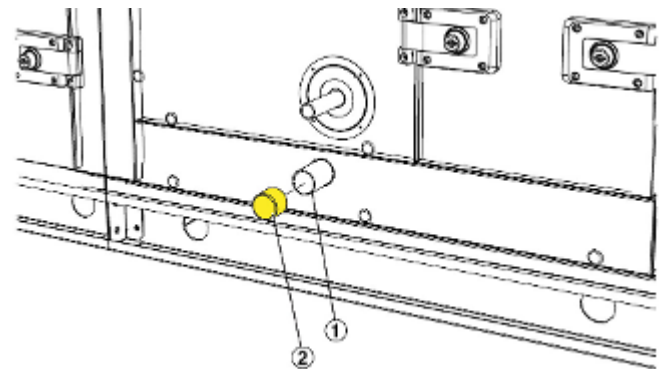

Abb. 26: Kondensatablauf
- 2 ▶ Schutzkappe(n) (Abb. 26 /2) am Ablauf (Abb. 26 /1) der Kondensatwanne(n) entfernen.
- 4 ▶ Die Siphons an die Kondensatabläufe (Abb. 26 /1) anschließen.